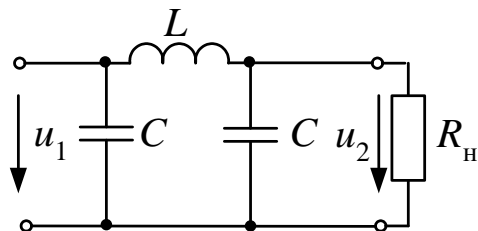

Рис. 6.1
**Задача 6.** На рис. 6.1–6.4 изображены схемы электрических цепей, на входе которых действует источник периодического несинусоидального напряжения  $u_1(t)$ . Формы этих напряжений приведены в виде графиков  $f(\omega t)$  в табл. 6. Нагрузкой четырехполюсников является сопротивление  $R_H$ . Параметры периодического несинусоидального напряжения электрических цепей представлены в табл. 7.